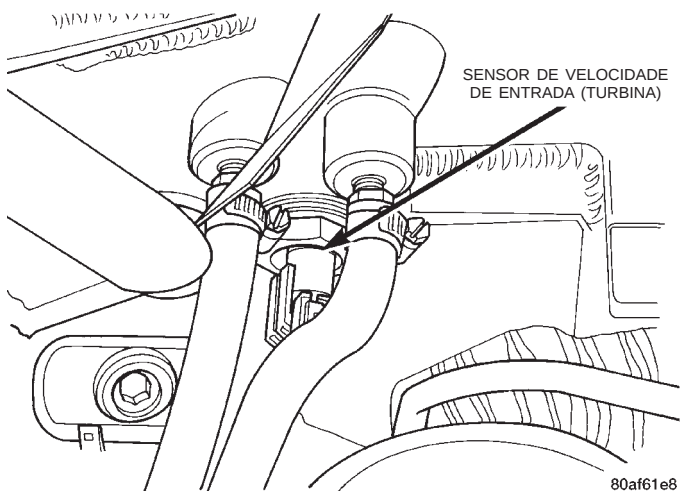
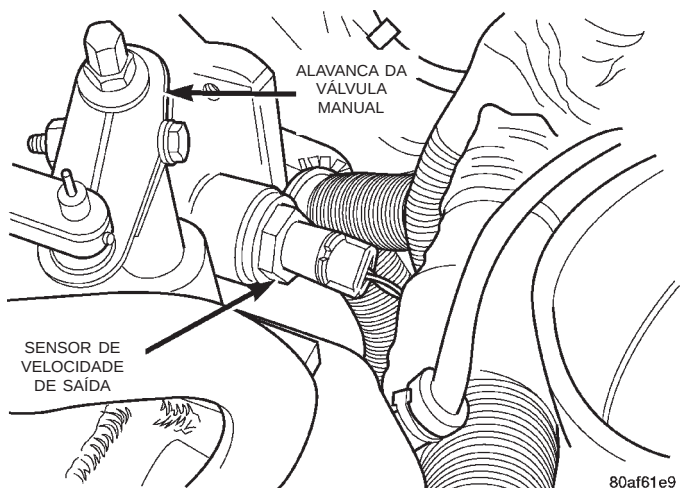

Fig. 37 Sensor de Velocidade de Entrada (Turbina)
Fig. 38 Sensor de Velocidade de Saída
(4) Remova o conector de suspensão de 16 posições do motor do suporte do tubo da vareta de medição. Remova a porca do suporte do tubo da vareta de medição no cabeçote do cilindro. Remova o tubo da vareta de medição.
(5) Remova as linhas do resfriador da transmissão.
(6) Remova o conector no conjunto de solenóide da transmissão.
(7) Remova os conectores de fiação do sensor de velocidade de entrada e saída (Fig. 37) (Fig. 38).